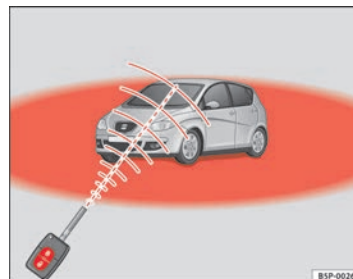

Fig. 65 Radio de acción del mando a distancia por radiofrecuencia
- El mando a distancia por radiofrecuencia funciona únicamente dentro de su radio de acción ⇒ **página 107, fig. 65** (zona roja).